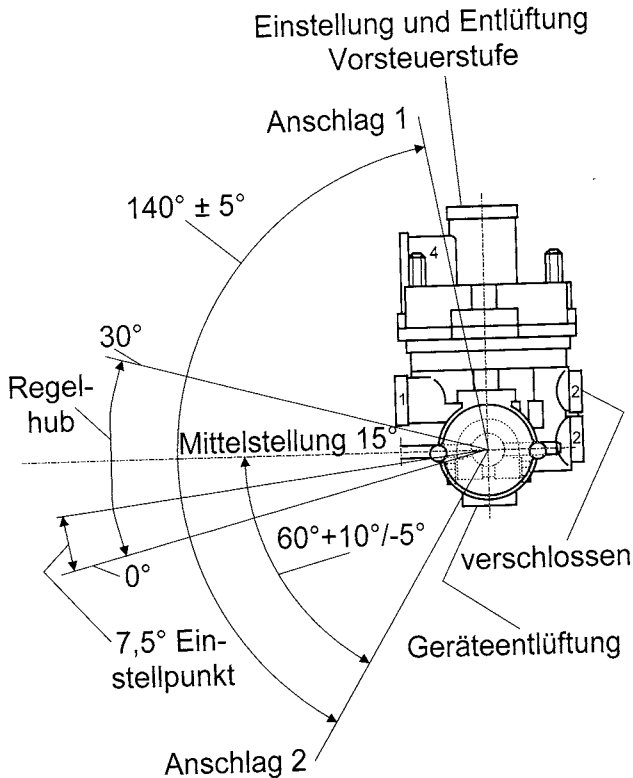

Abb. 2
Einstellen des 0°-Winkels (vgl. Abb. 2)
- 3.10 Den Betätigungshebel auf die 0° - Stellung des Bremskraftreglers einstellen (vgl. Abbildung 2). Den Anschluß 4 mit 0,5 bar belüften. Das Manometer 3 muß einen erkennbaren Druckanstieg anzeigen.